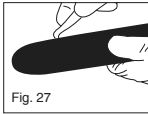
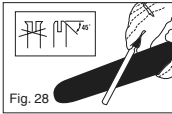

Fig. 27
Fig. 28
**CONTRE-RAIL** - Le contre-rail doit être retourné toutes les 8 heures de travail pour assurer une usure uniforme. Nettoyez toujours la rainure du rail et le trou d'huilage en utilisant le nettoyeur pour rainures de rails livré en option (fig. 27). Contrôlez régulièrement si la barre du rail est usée, retirez les ébarbures et rectifiez la barre avec une lime plate, si nécessaire (fig. 28).